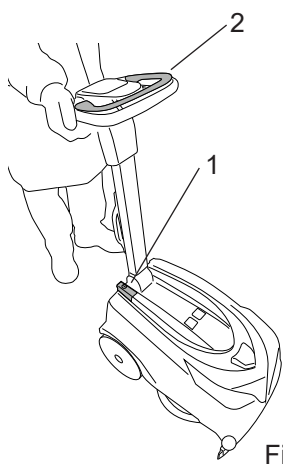
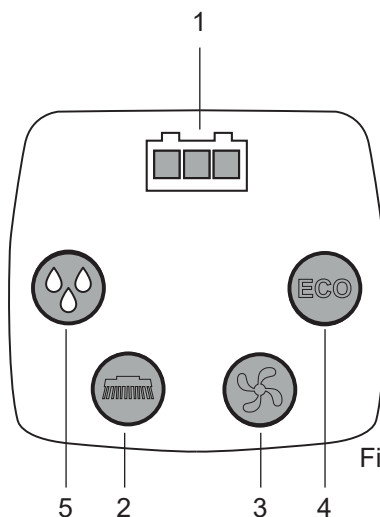

Fig.14
Fig.15
- Interrupteur général (Fig. 14 - Rep 1): active et désactive l'alimentation électrique de toutes les fonctions de la machine.
- Voyant alimentation (modèle à fiche) (Fig x - Rep. x): jaune; signale que le câble d'alimentation de la machine est branché sur le secteur et que l'interrupteur général a été pressé (Fig. 14 - Rep. 1).
- Témoin de charge de la batterie (uniquement modèle à batterie) (Fig. 15, Rep. 1): constitué de 3 leds de couleur rouge, jaune et verte qui indiquent le niveau de charge de la batterie. Les situations possibles sont:
- Bouton brosse (Fig. 15 - Rep 1) : active («led allumée») et désactive («led éteinte») la fonction «Brosse», la brosse ne se met en marche que lorsqu'on actionne le «Lever de commande brosse» (Fig. 14 - Rep 2).
- Bouton aspiration (Fig. 15 - Rep 3) : met en marche («led allumée») et arrête («led éteinte») le moteur d'aspiration, qui permet de sécher le sol. Le moteur se met en marche uniquement lorsqu'on actionne le «Lever commande brosse».
- Bouton écoulement solution avec témoins lumineux (Fig. 15 - Rep. 5) : active («led allumée») et désactive («led éteinte») l'écoulement de la solution avec trois débits différents. La solution ne s'écoule que lorsque la brosse est en marche.
- Bouton ECO (Fig. 15 - Rep. 4) : active («led allumée») ou désactive («led éteinte») le fonctionnement ECO.